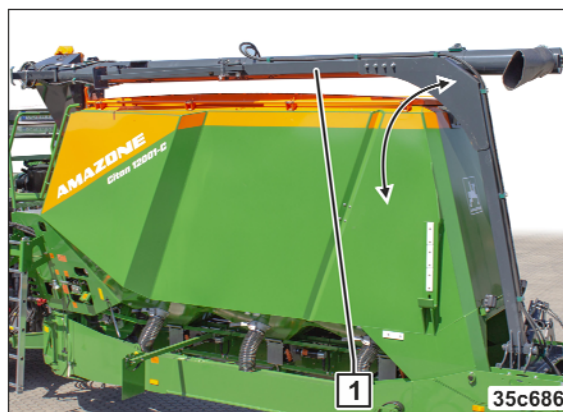

Fig. 244
1. Rabatați melcul de umplere (Fig. 244/1) în poziția de lucru.